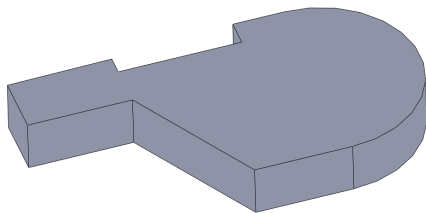

图 9-43 打开素材模型
(1) 单击常用工具栏中的【打开】按钮, 打开一幅素材模型, 如图 9-43 所示。